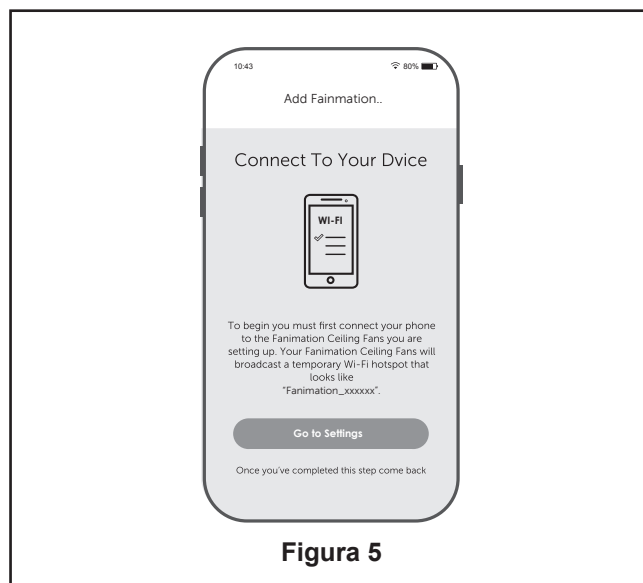

Figura 5
5. Instale la unidad de luz LED en el ensamble de la placa de iluminación. Vuelva a colocar los tornillos extraídos en el Paso 3 y asegure los tres tornillos. (Figura 5)
5. Instale las pila de 3V en el transmisor del mando a distancia. Mientras el ventilador esté apagado. (Figura 5)
5. En este paso, el receptor WiFi de su ventilador de techo debe estar instalado y dentro del rango de su router WiFi. Con la App abierta, seleccione “añadir dispositivo”. (Figura 5)